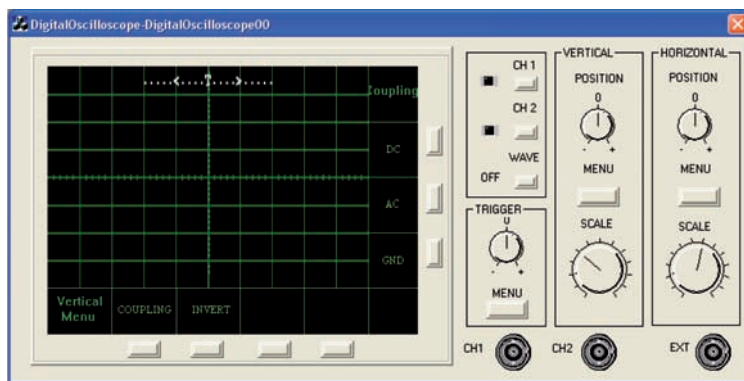

Fig. 2
- un **oscilloscopio digitale (Digital Oscilloscope)** a due canali (vedi fig. 2), che presenta tutti i principali controlli di un oscilloscopio reale sia per quanto riguarda il condiziona-